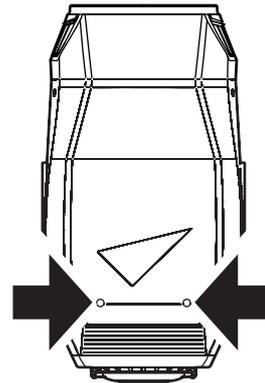

Figure 20: Vis des capots
2. Démontez les deux capots de la tête en débloquant leurs loquets 1/4 de tour (voir Figure 20)
- Débloquez les 2 loquets 1/4 de tour du capot du dessus (voir Figure 20) et dégagez l'accès à la tête. Laissez le capot pendre à son élingue de sécurité ou dégagez le mousqueton de l'élingue et évacuez le capot complètement.